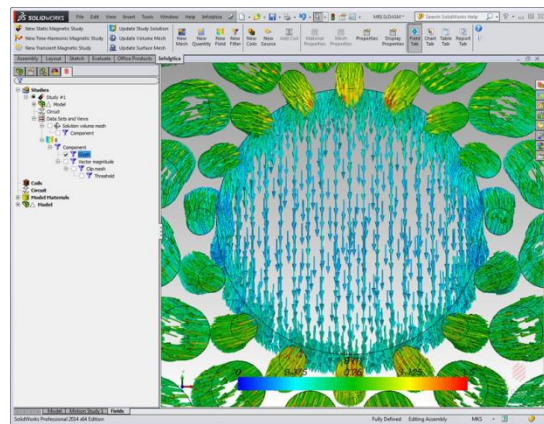

図 4：磁束密度のベクトル表示
**glyph** フィルタを選択することで、磁束密度のベクトル表示を行なうことも可能です。アセンブリのボア内の磁束密度分布が Y 方向に一律となっていることが確認できます。(図 4)